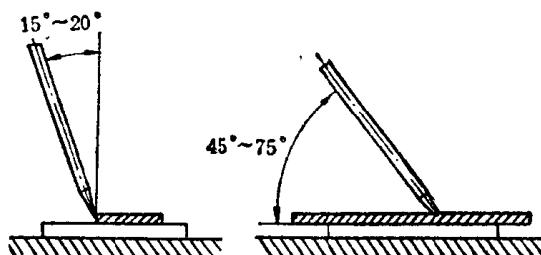

图2—11 划针用法
(2) 划针盘 划针盘(图2—10b)是用来在划线平台上对工件进行划线(用直的针头)或找正(用弯的针头)工件位置的工具。